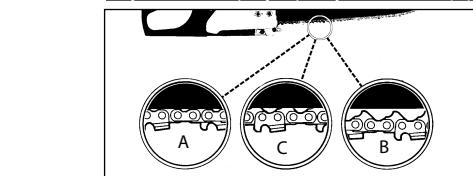

Рис. 6
МЕРЫ ПРЕДОСТОРЖНОСТИ: Если цепь натянута СЛИШКОМ СЛАБО или СЛИШКОМ СИЛЬНО, это приведет к повышенному износу звездочки, шины, самой цепи и коренных подшипников. На Рис. 6 показано правильное натяжение цепи в холодном (A) и разогретом (B) состояниях, а также указано, как правильно осуществлять регулировку натяжения (C).